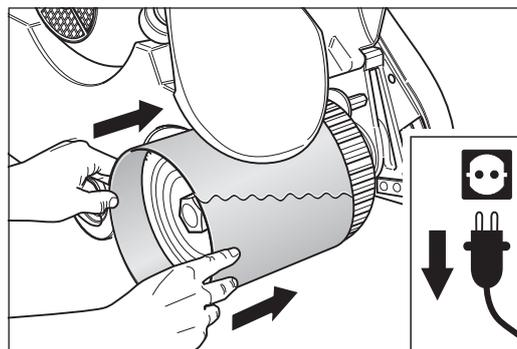

Abb. 22 Die Schleifhülse soweit über die Schleifwalze schieben, bis sie beidseitig gleichmäßig übersteht.
- 6 Schieben Sie die Schleifhülse soweit über die Schleifwalze, bis das Schleifmittel auf beiden Seiten der Schleifwalze gleichmäßig übersteht (Abb. 22).